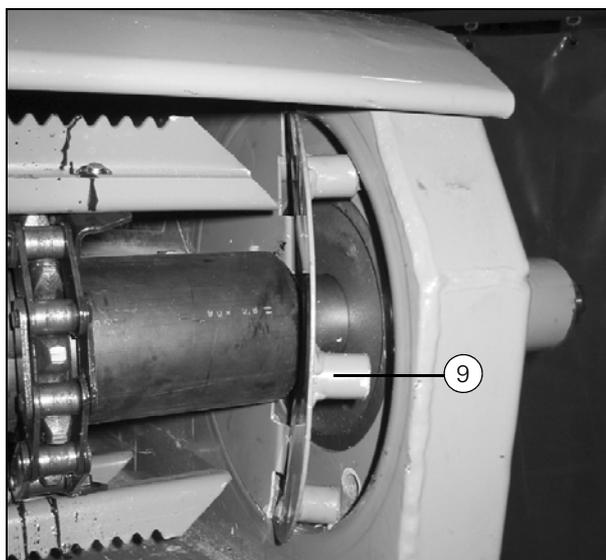
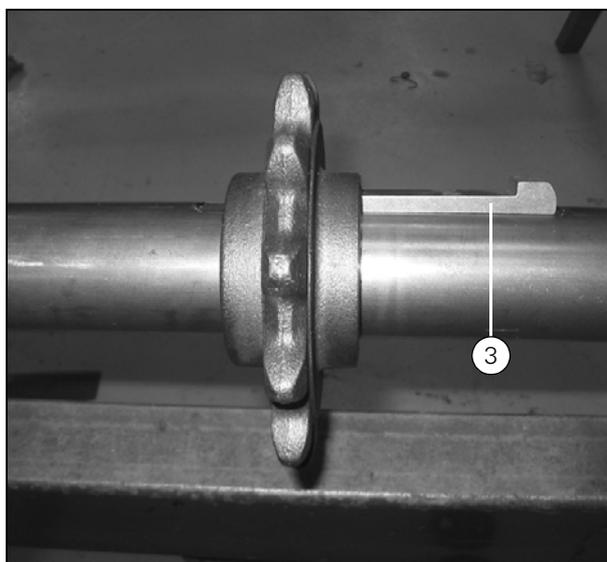
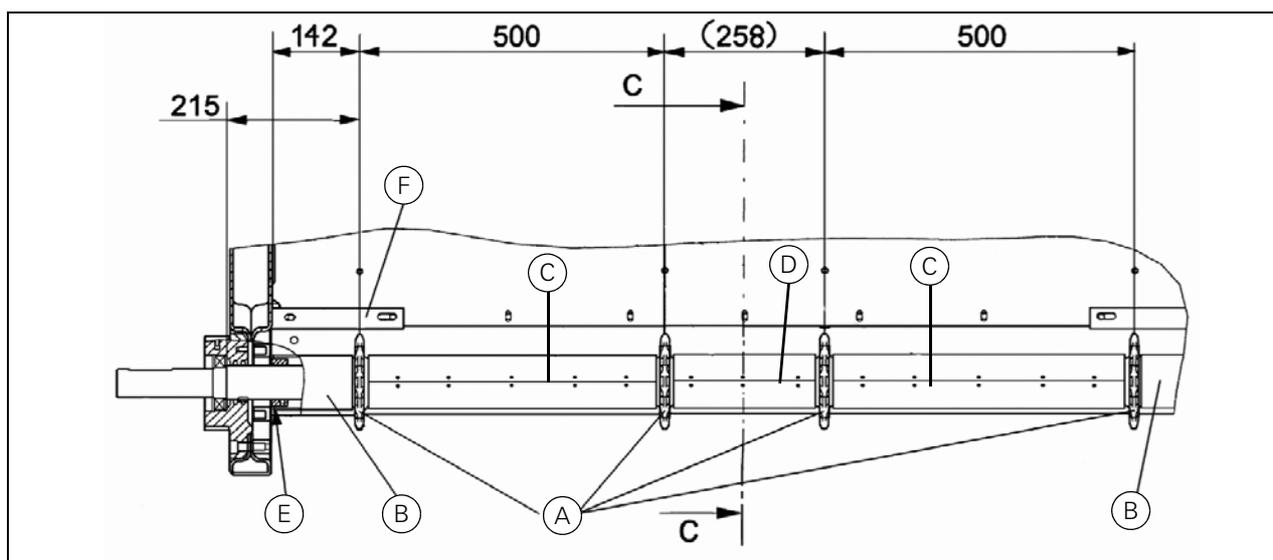

Рисунок 20
Рисунок 23
Рисунок 24
4. При повторной сборке установите звездочку (A), центральную защитную трубу (D) и наружную защитную трубу (B) на вал, не затягивая крепления.
6. Установите крышки (9) (Рис. 20).
Примечание: Необходимо, чтобы крышки (9) (Рис. 20) были расположены так, чтобы крепления были расположены под углом приблизительно 45° по отношению к приемному элеватору (см. рисунок).
8. Установите дистанционную втулку (E) вплотную к крышкам на обеих сторонах и затяните крепления.
9. При установке звездочек на вал расстояния между ними должны быть равны указанным на (Рис. 24). Закрепите звездочки при помощи шпонок с головкой (3) (Рис. 23). Шпонки вставляются с той стороны, где не установлены защитные трубки (C).